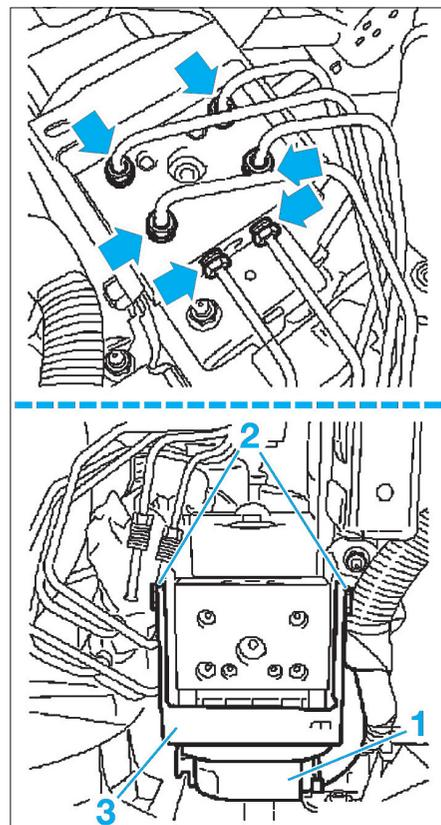

FIG. 12
- Débrancher les canalisations de frein sur le groupe hydraulique (Fig.12) après avoir repéré leur position.
- Débrancher le connecteur (1) du calculateur d'ABS.
- les vis (2) de fixation du groupe hydraulique,
- le support du groupe hydraulique (3),